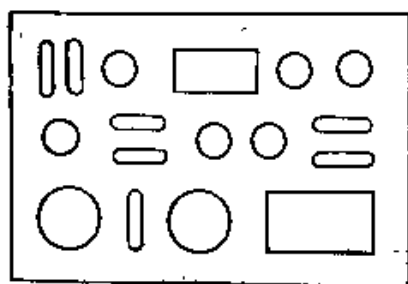

图 3-11
③ 电路板上各元器件应均匀、整齐地排列,同时考虑到安装、焊接、更换的方便,可参考图 3-11 示意图。